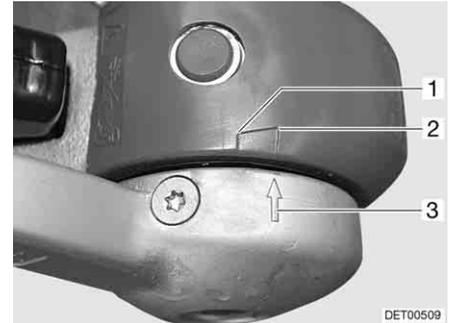

Bild 196 Reibbeläge
- Wenn der Pfeil an der Druckscheibe (Bild 196,3) vor oder an der Markierungsfläche (Bild 196,2) steht, sind die Reibbeläge noch im Neuzustand.
- Wenn der Pfeil an der Druckscheibe innerhalb der Markierungsfläche (Bild 196,1 bis 2) steht, sind die Reibbeläge leicht abgenutzt.
- Wenn der Pfeil an der Druckscheibe am Ende der Markierungsfläche (Bild 196,1) steht oder sie überschreitet, sind die Reibbeläge abgenutzt.